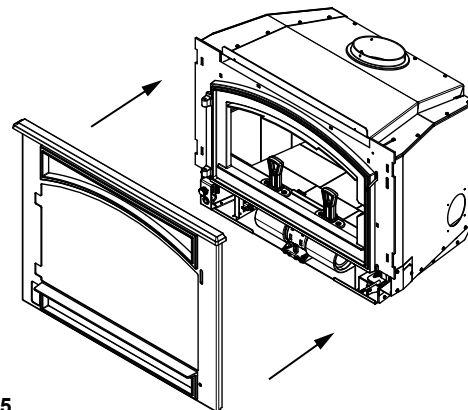

Figure 20.5
5. Réinstallez l'encadrement en avant de l'appareil (Figure 20.5).